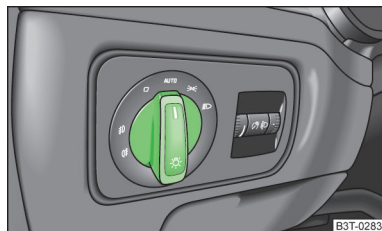

Abb. 51
Ist der Lichtschalter in der Stellung **AUTO** » Abb. 51, schalten sich das Stand- und Abblendlicht sowie die Kennzeichenleuchte automatisch ein / aus.
- ✓ Der Lichtschalter befindet sich in der Stellung **AUTO** » Abb. 51.
- ✓ Der Lichtschalter befindet sich in der Stellung **AUTO** » **Abb. 51 auf Seite 71**.